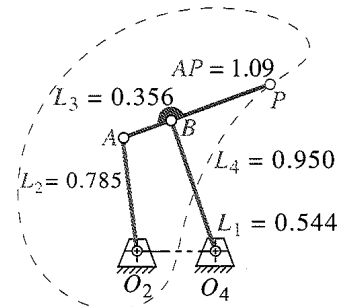

FIGURA P6-12 Problema 6-49
- *†6-49 La figura P6-12 muestra un mecanismo y su curva de acoplador. Escriba un programa de computadora o use un solucionador de ecuaciones para calcular y graficar la magnitud y dirección de la